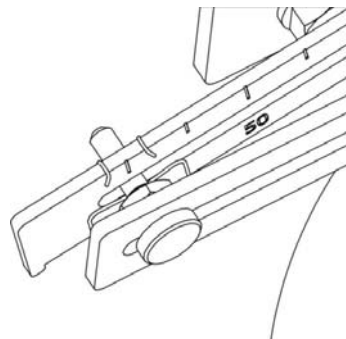

Figure 6
13. Fixez le ressort de flexion sur le bras de levage. Voir Figure 6